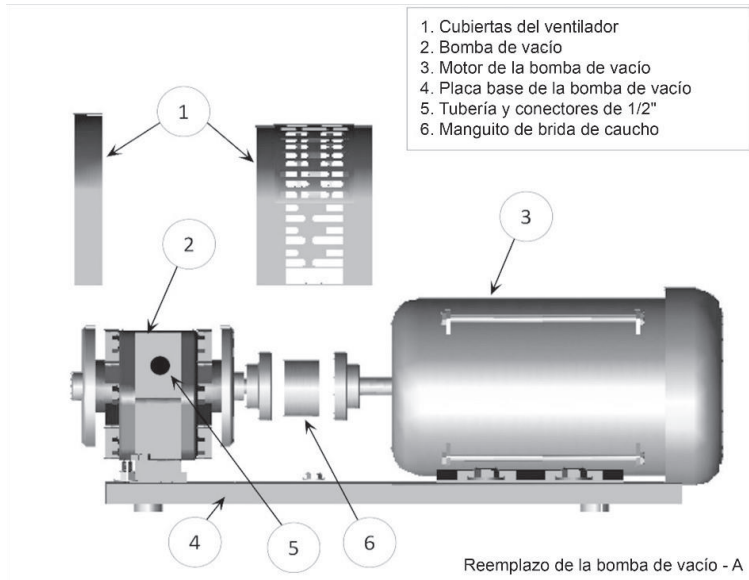

Figura 9-13: Conjunto y componentes de la bomba de vacío
1. Para conocer el conjunto y los componentes de la bomba de vacío, **vea la Figura 9-13.**
1. La bomba nueva vendrá con un acoplador de accionamiento y un buje de goma con brida. **Vea la Figura 9-13.**